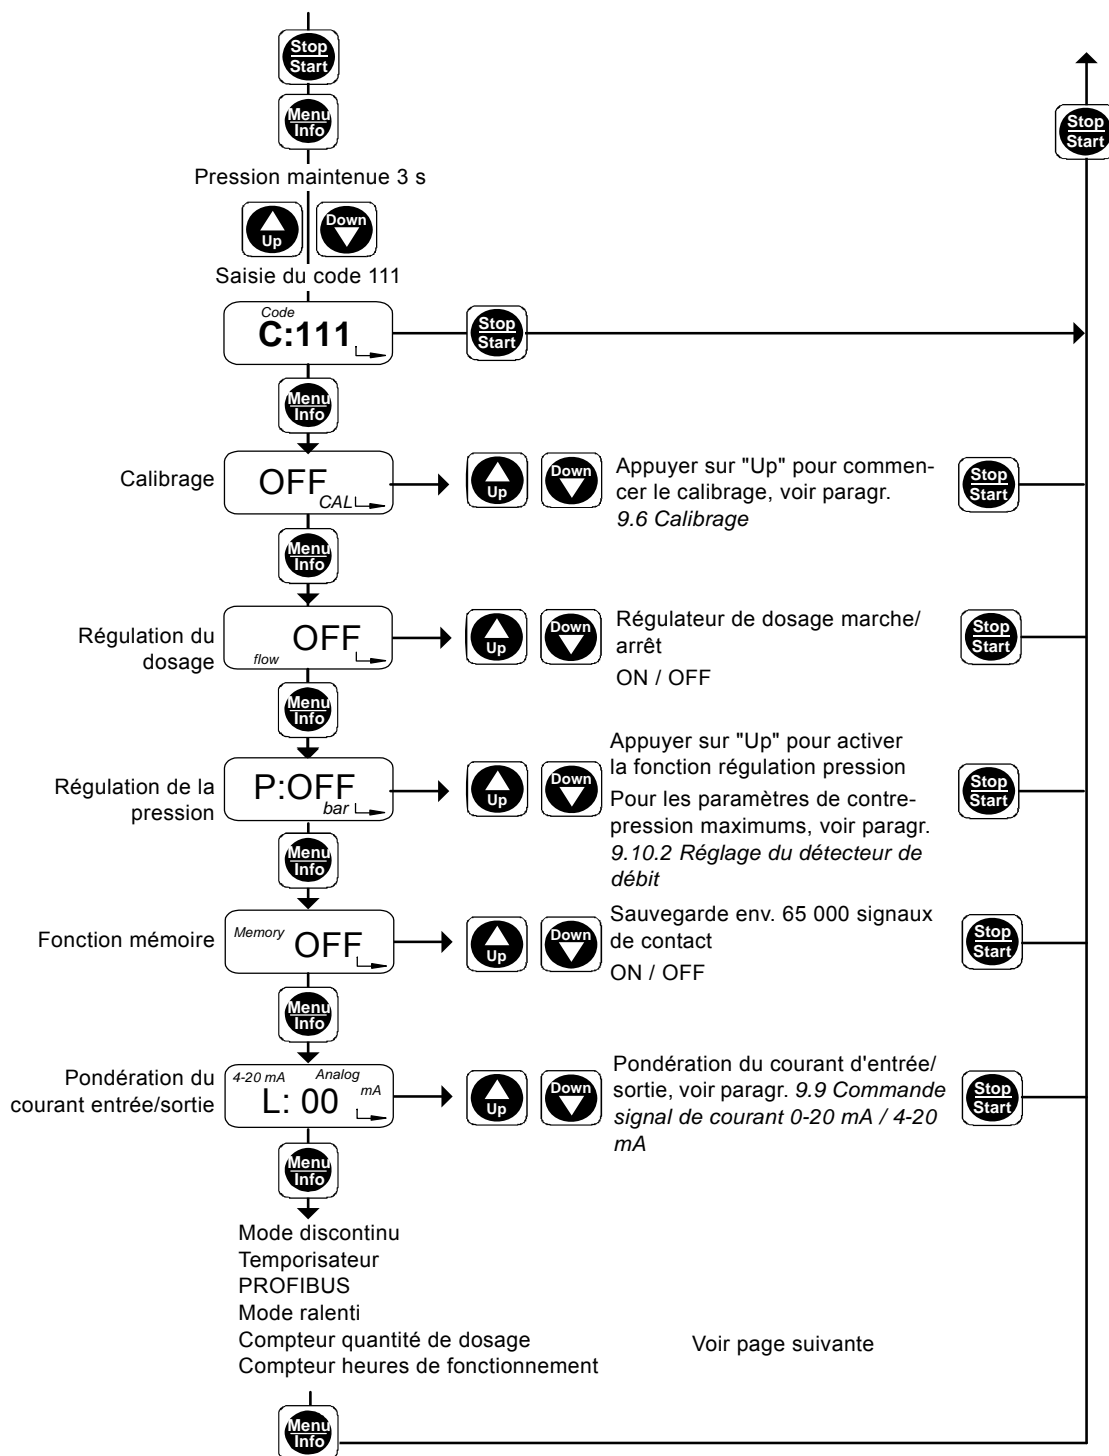

Fig. 28 Second niveau de fonction, 1ère partie
2. Modifier les paramètres dans le menu concerné avec "Up" et "Down", selon fig. 28 et 29.